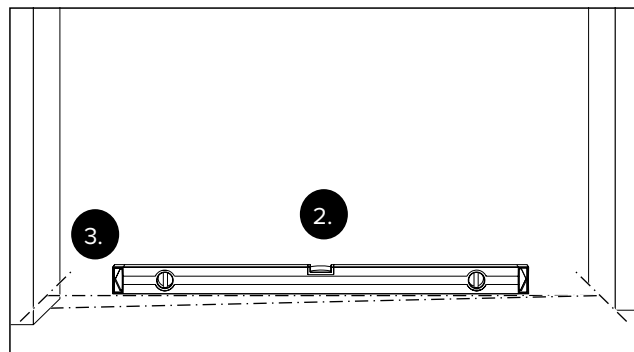

Рис. 14 Определение самой высокой точки в зоне движения створок.
2. Определите самую высокую точку пола в зоне движения створок с помощью уровня (рис. 14).
3. Перенесите самую высокую точку пола на стену (рис. 14).